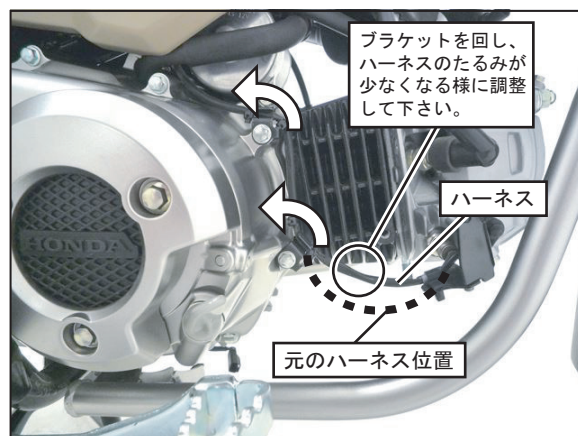

FIG. 2
3. 2BJ-JA55車両の場合は、ハーネスを固定しているブラケット2箇所を一度緩め、反時計回りに回してハーネスのたるみが少なくなる様に調整し、再度固定して下さい。(FIG. 2 参照)